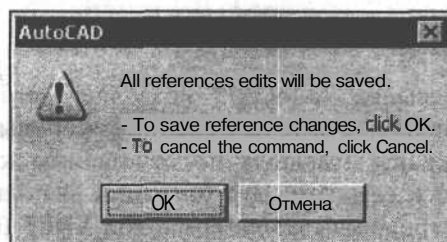
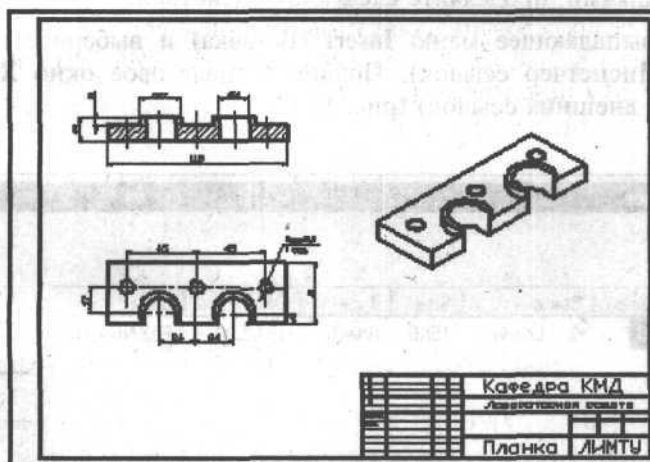

Рис. 18.9. Информационное окно для подтверждения согласия на сохранение изменений внешней ссылки
Рис. 18.10. Чертеж планки после редактирования внешней ссылки
8. В появившемся информационном окне (рис. 18.9) подтвердите согласие на сохранение изменений, щелкнув мышью на кнопке **ОК**. Чертеж примет окончательный вид (рис. 18.10).